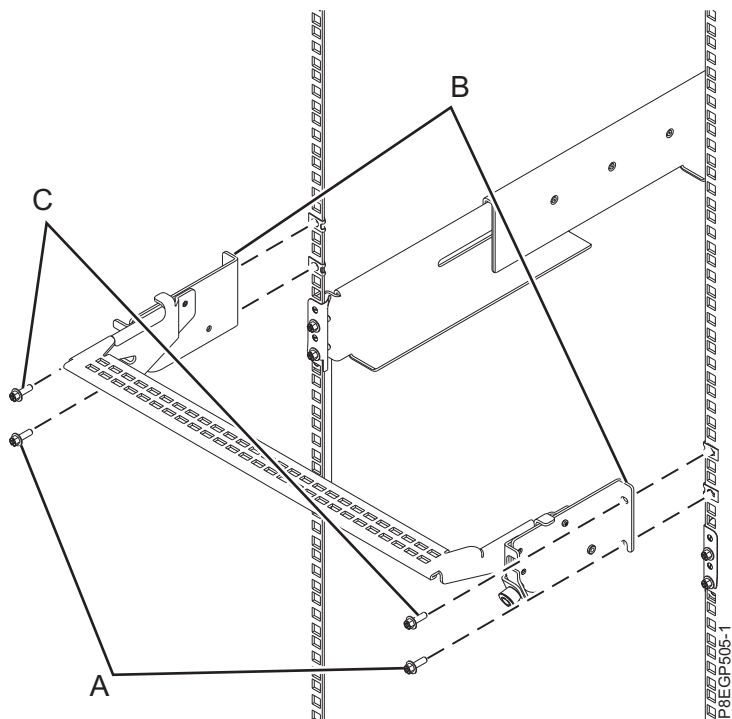

図 10. ケーブル管理ブラケットの取り付け
- a. ラックの背面で、2 本の M5 ねじ (A) を、ナット・クリップが取り付けられているドロワー・レール・クランプの真上に軽く締めます。この 2 本のねじは、ケーブル管理ブラケットをラックに対して支える底部のねじになります。12 ページの図 10 を参照してください。
- b. 取り付けフランジの底部を 2 本の M5 ねじの上からケーブル管理ブラケット (B) の上に置き、ラックに対してブラケット・フランジを支えます。
- c. 12 ページの図 10に示すように、ブラケットの取り付けフランジ (B) がラック・フランジの上部の穴の位置と合うようにブラケットを位置合わせします。
- d. ナット・クリップが取り付けられているレール・クランプの上で、2 本の上部 M5 ねじ (C) を完全に締めます。
- e. 底部の 2 本の M5 ねじ (A) を完全に締めます。